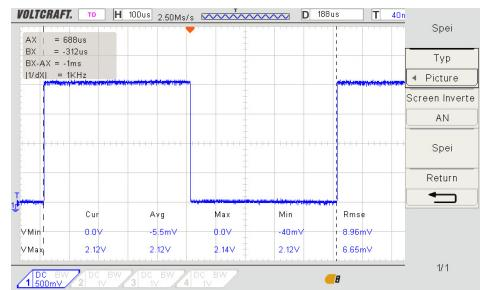

Abb. 4.4: Messung einer Periode
**Durchführung** Für das in Abbildung 4.4 dargestellte Signal sind es 500 mV auf der Amplitudenachse und 100  $\mu$ s auf der Zeitachse pro Kästchen. Von den Nullstellen bis zum höchsten Ausschlag des Signals befinden sich jeweils zwei Kästchen. Die Amplitude beträgt daher ca. 2 V. Bei der Periodendauer werden zehn Kästchen gezählt, was 1 ms entspricht.